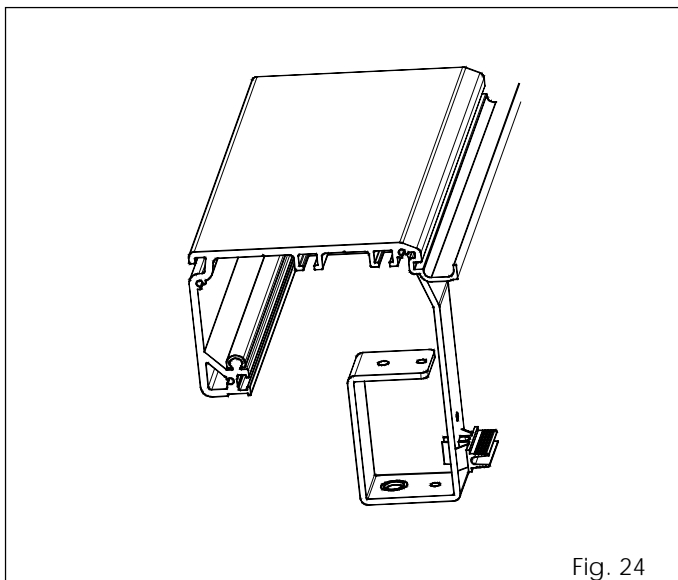

Fig. 24
- Fixer la bride de fixation du support de la poignée de déblocage interne à l'autre extrémité de la poutre (du côté du groupe du moteur) d'après la fig. 24. La bride de fixation du support de la poignée de déblocage interne doit toujours être montée, même si on n'utilise pas le verrouillage du moteur.